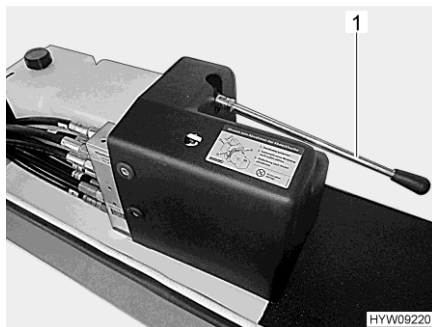

Fig. 44 Levier (commande de secours)
- Rentrer le vérin stabilisateur à l'aide de la pompe manuelle. Pour cela, pomper à l'aide du levier (Fig. 44,1), jusqu'à ce que le vérin stabilisateur soit rentré.